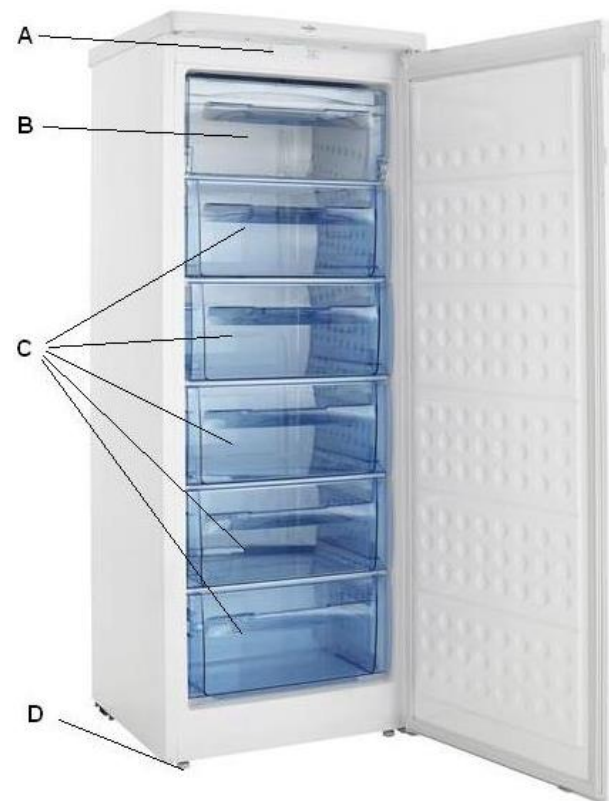

fig. 1
- Stel het apparaat waterpas met de stelpoten (fig. 1:D)